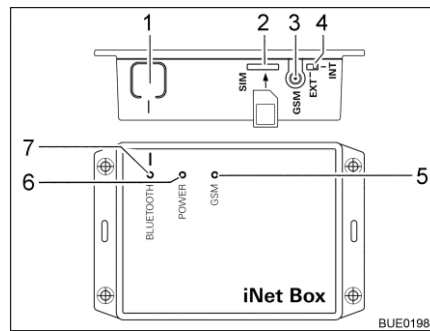

Bild 233 Truma iNet-Box
- Tryck in knappen BLUETOOTH (Bild 233,1) på iNet-Box i 1 sekund. Truma iNet-Box förblir synlig i ungefär 2 minuter i mobil terminalenheten (Namn: "Truma iNet-Box"). Under denna tidsrymden, blinkar den blå lysdioden BLUETOOTH (Bild 233,7).
- Skjut försiktigt in mini-SIM-kortet med ett telefonnummer och tillräckligt med kredit, i kortutrymmet i Truma iNet-Box, enligt beskrivningen (Bild 233,2) tills det hakar fast. Den röda lysdioden GSM (Bild 233,5) ska blinka kontinuerligt. När den röda lysdioden tänds efter 20 sekunder: Testa mini-SIM-kortet.